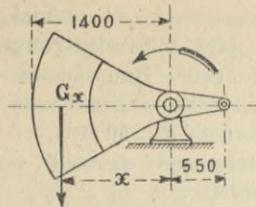

Fig. 2.
10. Berechnung des nötigen Gegengewichtes  $G_x$  (Fig. 2 u. 3).
7. Aufwärtsbewegung (Saugen) Fig. 2,